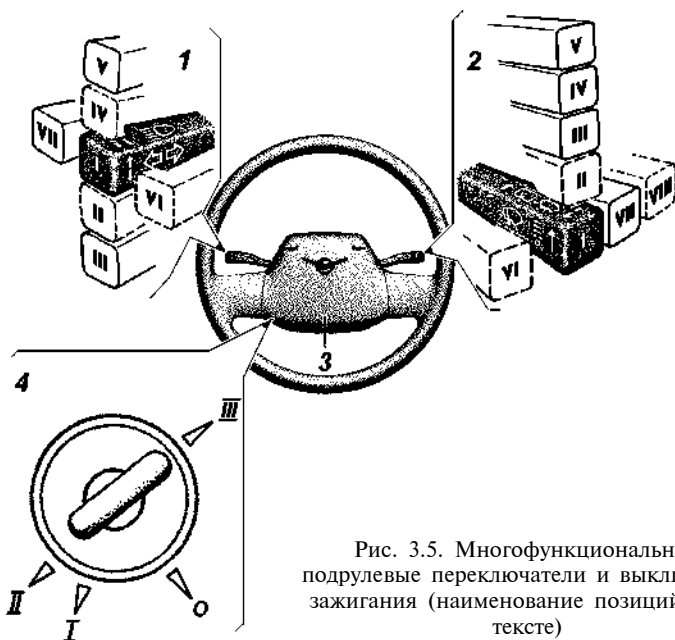

Рис. 3.5. Многофункциональные подрулевые переключатели и выключатель зажигания (наименование позиций см. в тексте)
- 2 -выключатель зажигания (рис. 3.5);
- 4-многофункциональные подрулевые переключатели (рис. 3.5);
Многофункциональные подрулевые переключатели и выключатель зажигания (рис. 3.5):